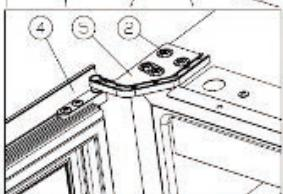

Imagen 6
- Gire la puerta ④ 180 grados y coloque la bisagra inferior derecha ⑤, atornille con fuerza los 16 tornillos M5 ②. [Imagen 6] Ya ha finalizado la inversión de la puerta.